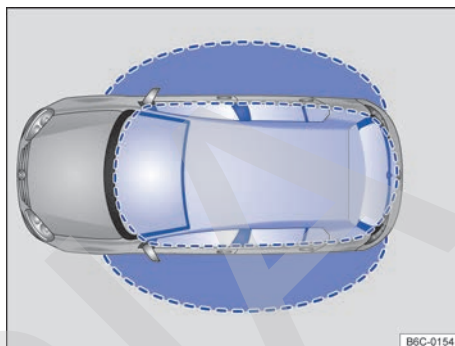

Fig. 51 Sistema de cierre y arranque Keyless Access sin llave: áreas de aproximación.
Sistema de cierre y arranque Keyless Access sin llave permite que el vehículo se desbloquee y se bloquee sin el uso activo de la llave. Para ello, es necesario que haya una llave del vehículo válida en el área de aproximación del vehículo → fig. 51. Al tocar la superficie del sensor en las manillas de las puertas delanteras → fig. 52 el vehículo se desbloquea o se bloquea → ①.